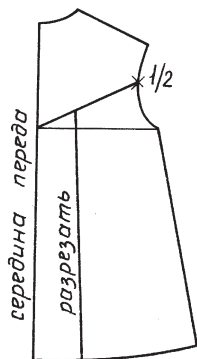

Рис. 164. Нанесение фасонных линий на основную выкройку спинки платья
*Спинка.* Разделите пополам линию проймы и проведите линию кокетки (рис. 164). Начертите линию разреза для клеши. По проведенным линиям фасона выкройку разрежьте так, как показано на рисунке 165.